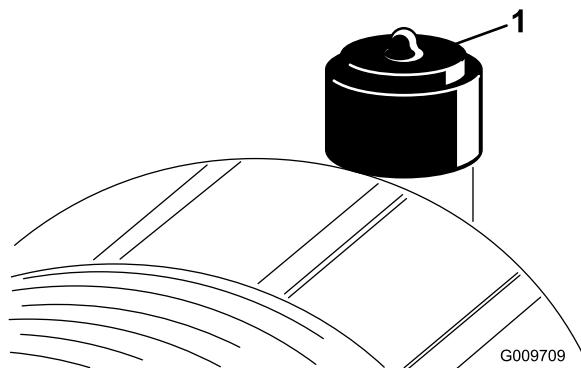

Figura 45
Faça a manutenção ao filtro de ar apenas quando o indicador de manutenção o exigir (Figura 45). Mudar o filtro de ar antes de ser necessário apenas aumenta a possibilidade de entrar sujidade no motor quando retira o filtro.
2. Reinicie o indicador (Figura 45) se este se apresentar vermelho.